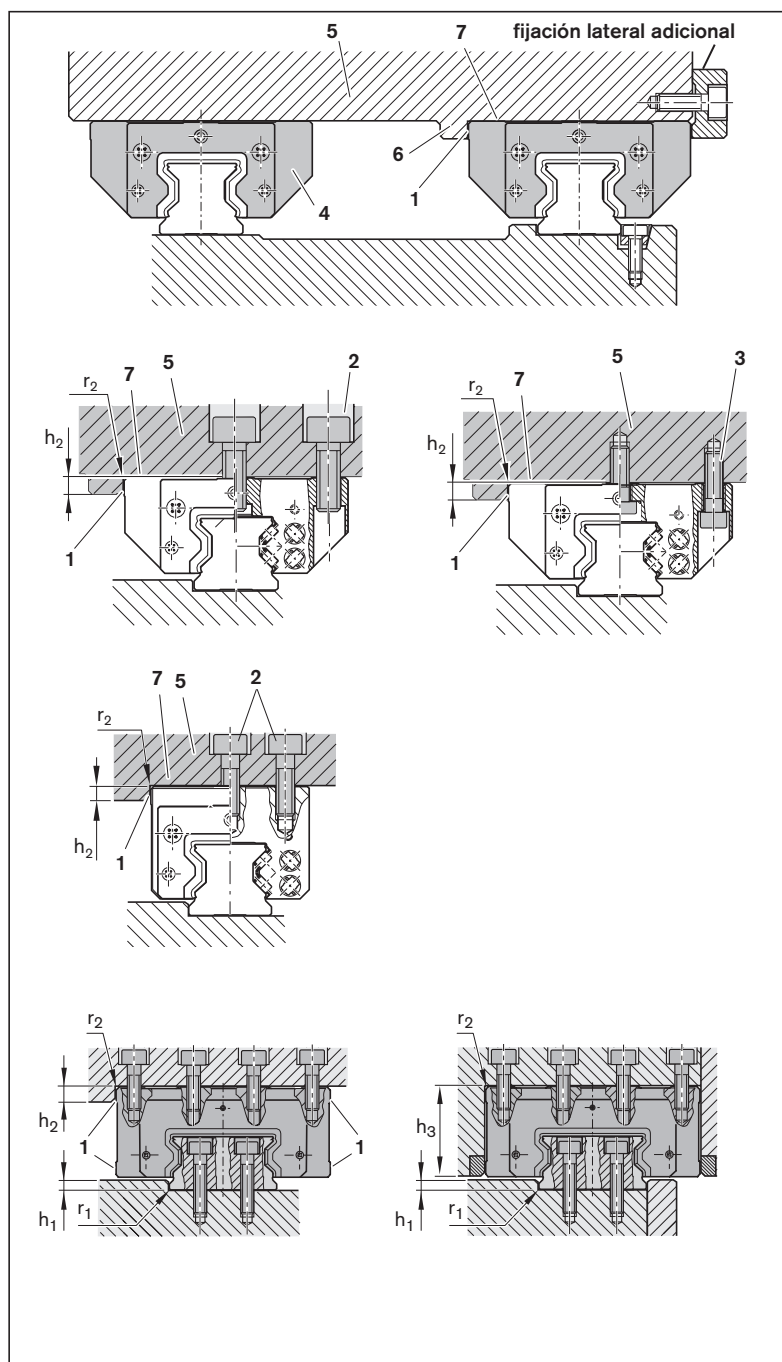

Fig. 55: Montaje de la construcción sobre el patín de guía
1. Colocar la construcción (1) sobre una superficie no resbaladiza (2).
5. Eventualmente presionar el patín de guía contra el borde de referencia (3) y fijarlo adicionalmente por el lateral ➔ Fig. 55.